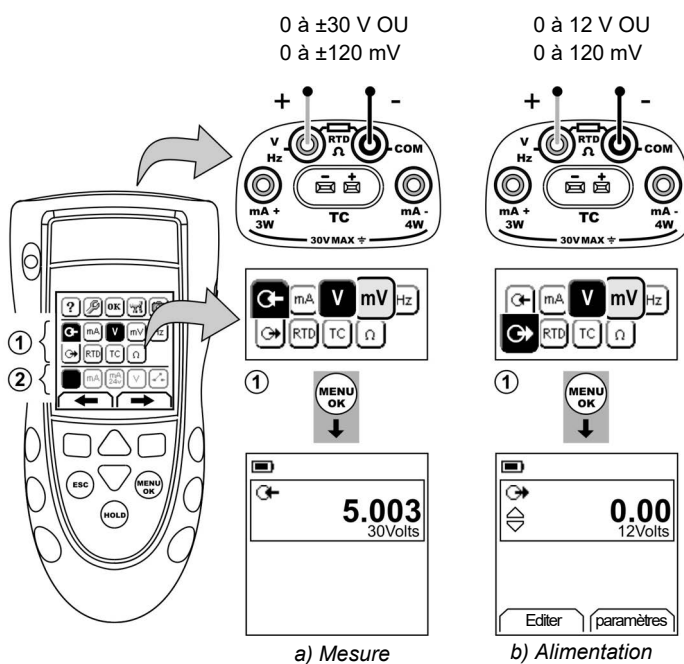

Figure 4 : Exemple de configuration - mesure/alimentation en volts ou mV (zone ①)
1. Raccordez l'instrument (Figure 4/5) et, si nécessaire, réglez le menu *Config.* (Tableau 1).